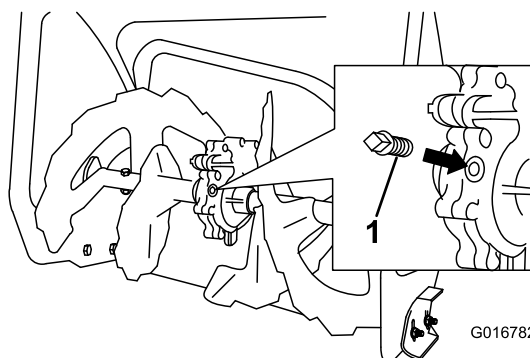

Figura 48
2. Pulite l'area circostante il tappo del tubo (Figura 48).